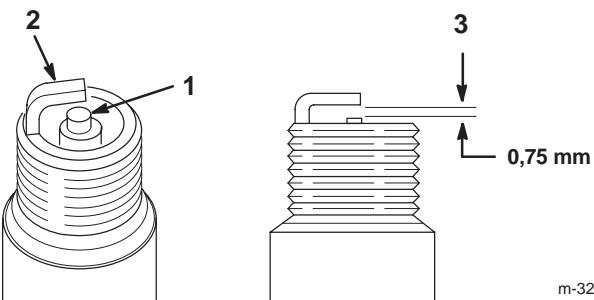

Figure 34
1. Inspectez le centre des bougies (Fig. 34). Si le bec de l'isolateur est recouvert d'un léger dépôt gris ou brun, le moteur fonctionne correctement. S'il est couvert d'un dépôt noir, c'est généralement signe que le filtre à air est encrassé.
2. Contrôlez l'écartement entre l'électrode centrale et l'électrode latérale (Fig. 34). Courbez l'électrode latérale (Fig. 34) si l'écartement est incorrect.